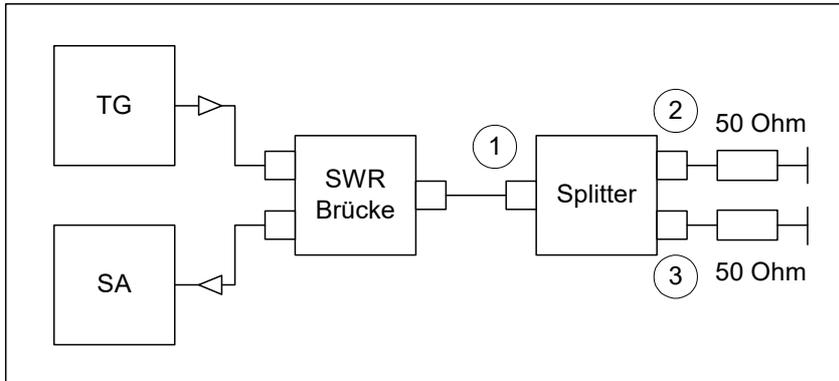

Bild 10: VSWR-Messung am Splitter
Das VSWR (Reflexionsfaktor, Stehwellenverhältnis) der Ports wurde mit Hilfe einer SWR-Brücke ZRB2 (R&S) über einen Spektrumanalysator (SA) plus Tracking-Generator (TG) ermittelt (**Bild 10, 11**). Mit einem NanoVNA lässt sich die gleiche Messung durchführen. Hierbei werden immer zwei Ports des